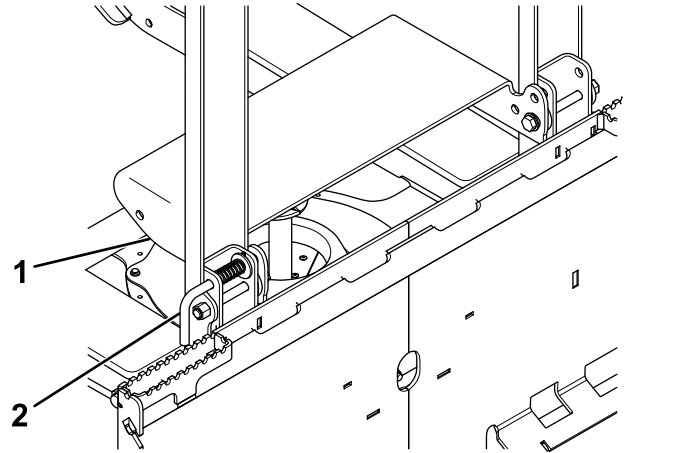

Figure 14
2. Sur le cadre d'épandage, tirez la poignée de la goupille à ressort en arrière pour élever la butée du cube (Figure 14).